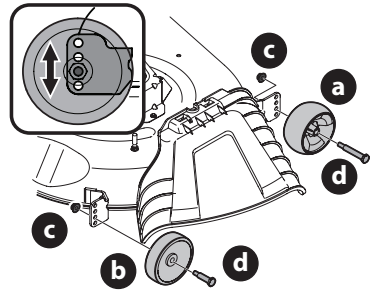

Figure 9
- Retirez les écrous autobloquants (c) et les boulons à épaulement (d) qui fixent les roues au plateau de coupe, puis enlevez les roues avant (a) et arrière (b) (Figure 9).